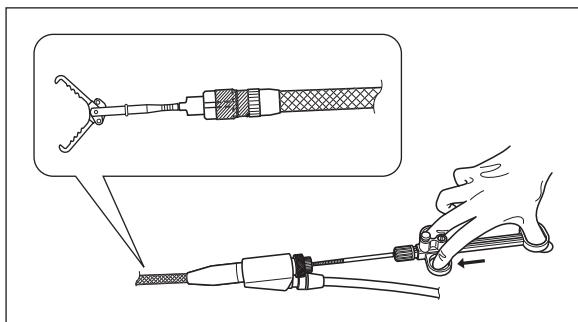

図 3.18
1. スライダを押し出すと、ワニ口鉗子部が開き異物を回収できる状態になります。(図3.18 参照)